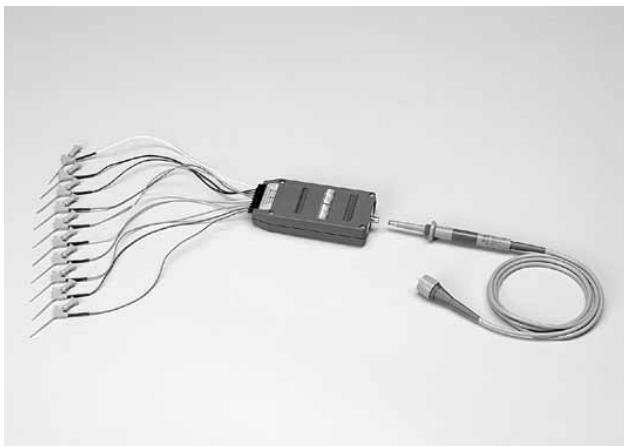

图 2.9. 字识别器探头。这些探头允许使用示波器在特定逻辑条件下分析特定数据波形。
分析数字波形的模拟特点要求使用示波器。但是，为隔离确切的成因，数字设计人员通常需要查看在具体逻辑条件下发生的特定数据脉冲。这要求逻辑触发功能，其更典型的是逻辑分析仪的逻辑触发功能，而不是示波器的逻辑触发功能。通过使用字识别器触发探头，如图 2.9 所示，可以在大多数示波器中增加这种逻辑触发功能。
图 2.9 中所示的特定探头是为 TTL 和兼容 TTL 的逻辑而设计的。它可以提供最多 17 个数据通道探头（16 个数据位加判定器），同时兼容同步操作和异步操作。通过手动设置探头头部的微型开关，可以把识别的触发字编程到探头中。在识别匹配字时，探头会输出一个 Hi (1) 触发脉冲，可以用来触发声波器采集相关数据波形或事件。